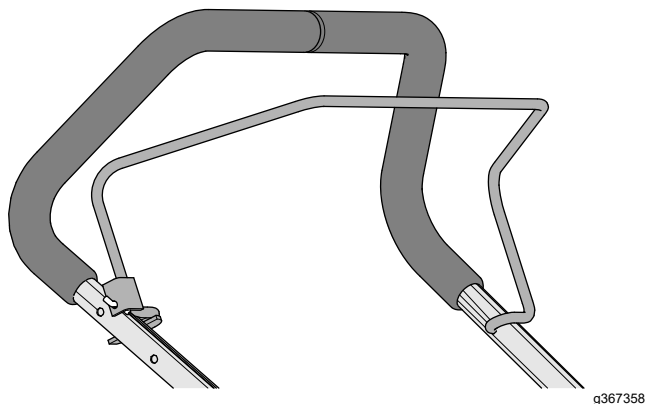

Figur 10
2. Før kabelfittingen gennem hullet i dødmandsbøjlen's beslag som vist i Figur 10.